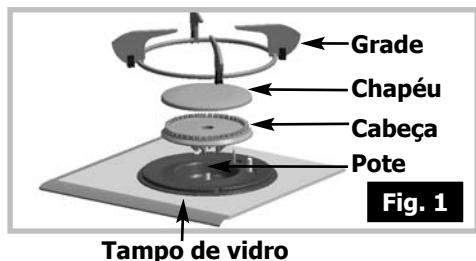

Fig. 1
- Com ajuda da chave fornecida, desataraxe os injectores situados no fundo da caixa e retire-os (**fig 1**).